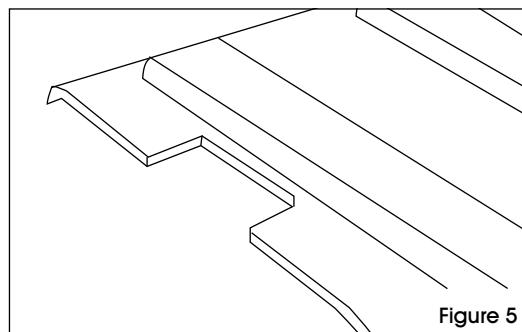

Figure 5
9. La forme du couvercle devrait lui permettre de s'insérer entre les quatre supports, mais il peut être nécessaire de découper de petites encoches dans le couvercle pour qu'il s'insère correctement. (Voir Figure 5)